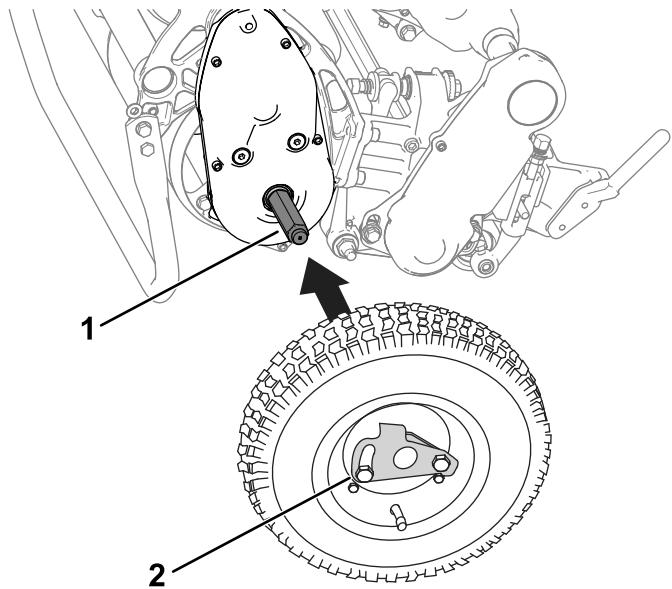

Figure 26
2. Glissez une roue sur un arbre (Figure 26).
3. Faites pivoter le clip de verrouillage (Figure 26) pour l'éloigner du centre de la roue et lui permettre ainsi de coulisser plus avant sur l'arbre.